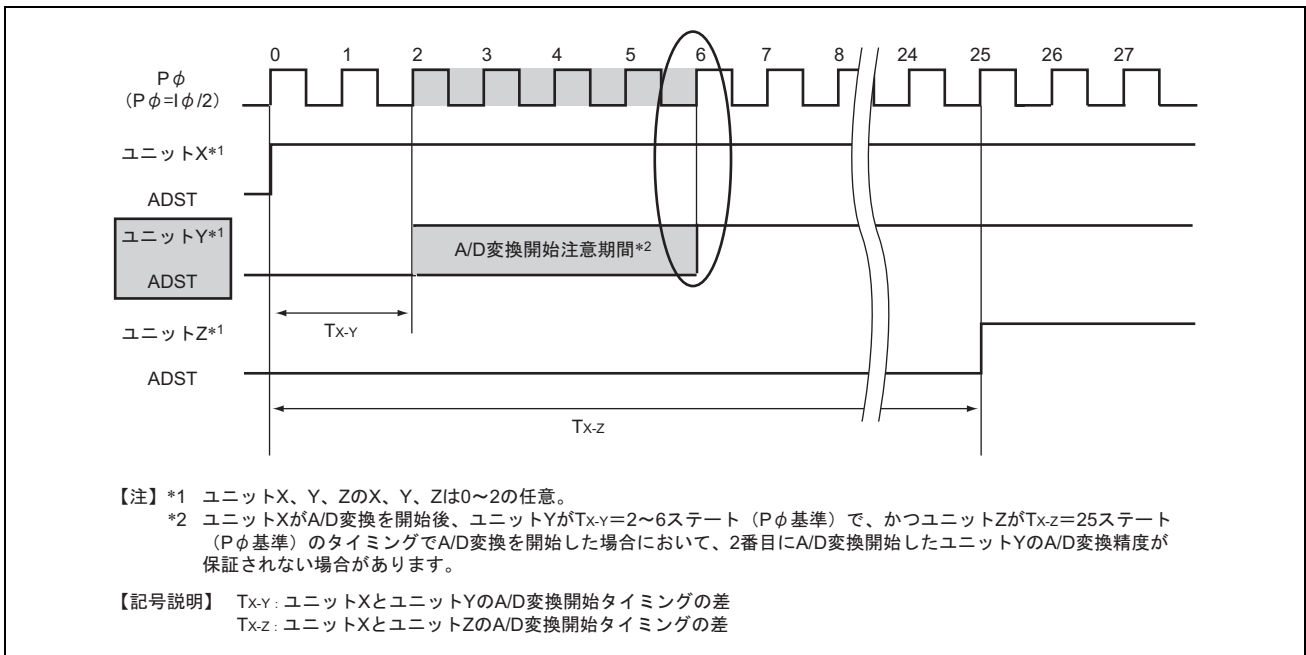

図 19.19 2 番目に A/D 変換を開始したユニット Y の、A/D 変換精度が保証されない動作タイミング 2
- 図19.19に示すように、ユニットXがA/D変換を開始後、ユニットYが $T_{X,Y}=2\sim 6$ ステート (Pφ基準) で、かつユニットZが $T_{X,Z}=25$ ステート (Pφ基準) のタイミングでA/D変換を開始した場合において、2番目にA/D変換開始したユニットYのA/D変換精度が保証されない場合があります。